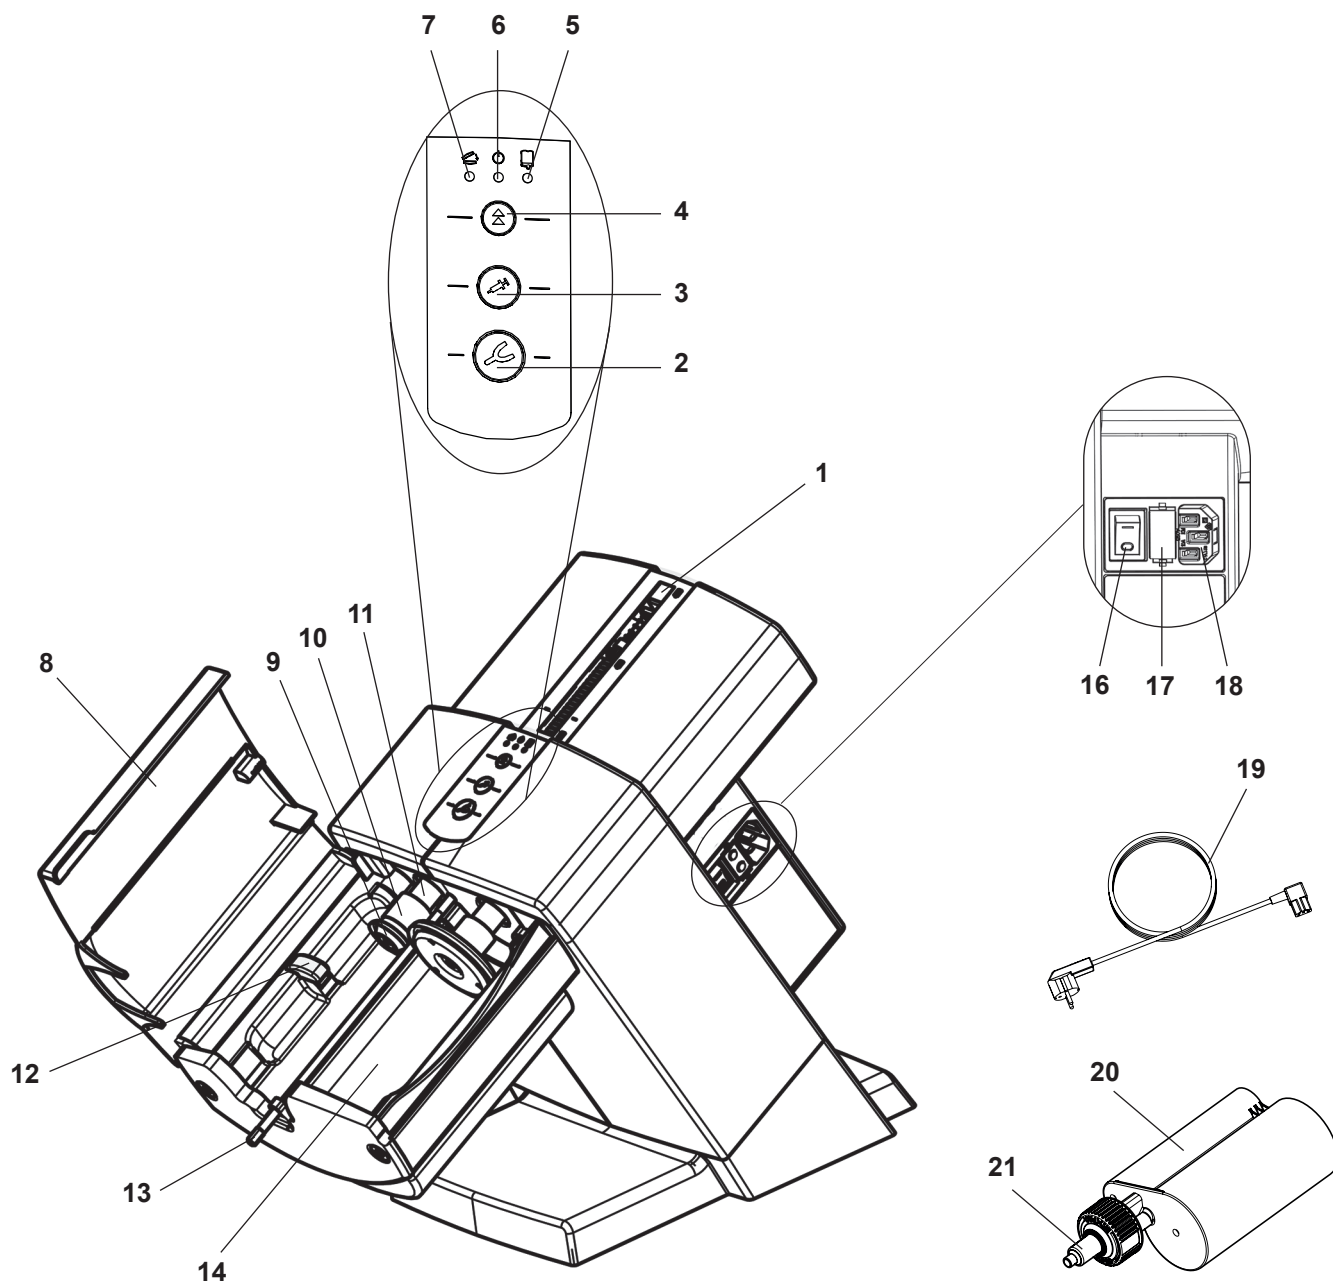

Рис. 1
- Поставленный шнур питания (19, Рис. 1) вставить в сетевой штекер (18).
⇒ Закройте крышку (8, Рис. 1) устройства.
- ◆ Зажимные диски (9, Рис. 1) возвращаются в исходное положение и останавливаются там.
Укладку и смену картриджа можно осуществлять, только если два зажимных диска (9, Рис. 1) находятся в исходном положении.
⇒ Закройте крышку блока (8, Рис. 1).
⇒ Откройте крышку блока (8, Рис. 1).
⇒ Закройте крышку устройства (8, Рис. 1).
Крышку устройства можно закрыть только при правильно вложенном картридже. Если крышка устройства не закрыта надлежащим образом, светится красный светодиод „Крышка устройства открыта“ (7, Рис. 1).
- Ложка для оттиска (2), высокая скорость выдавливания или
- Диспенсер (3), низкая скорость выдавливания
- ◆ Смесительный шестигранник (13, Рис. 1) начинает вращаться и автоматически входит в смесительное сопло (21, Рис. 1) и потом снова останавливается.